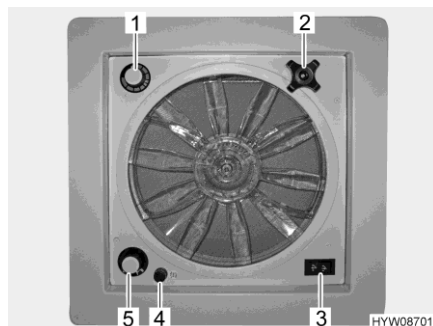

Fig. 74 Oblò con ventilatore
- ▷ Un fusibile da 4 A (Fig. 74,4) protegge da sovraccarico il motore del ventilatore. Se si verifica un sovraccarico: Per prima cosa individuare ed eliminare la causa (ad es. il ventilatore è sporco), poi sostituire il fusibile.
| Apertura oblò: | <ul style="list-style-type: none"> ■ Ruotare la maniglia girevole (Fig. 74,2), finché non si raggiunge l'angolo di apertura desiderato. |
| Aerazione/sfiato: | <ul style="list-style-type: none"> ■ Portare l'interruttore a levetta (Fig. 74,3) su "Aerazione" (flusso d'aria dall'esterno verso l'interno) o "Sfiato" (flusso d'aria dall'interno verso l'esterno). |
| Spegnimento del ventilatore: | <ul style="list-style-type: none"> ■ Portare l'interruttore a levetta (Fig. 74,3) sulla posizione centrale. |
| Impostazione della velocità del ventilatore: | <ul style="list-style-type: none"> ■ Posizionare l'interruttore girevole (Fig. 74,5) sul grado desiderato:
| Impostazione della temperatura: | <ul style="list-style-type: none"> ■ Ruotare il termostato (Fig. 74,1) fino alla battuta in direzione "blu". ■ Una volta raggiunta la temperatura desiderata: Ruotare il termostato in direzione "rosso", finché il ventilatore non si spegne. Se la temperatura aumenta di nuovo, il ventilatore si riaccende. |
- Ruotare il cappuccio nero (Fig. 74,4) di un quarto di giro in senso antiorario.